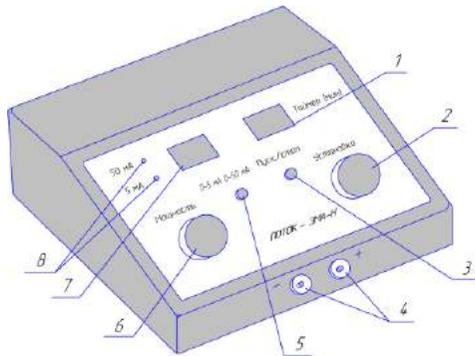

Рисунок 1. Аппарат для гальванизации и проведения электрофореза «ПОТОК-ЭМА-Н».
- 4.3 На лицевой панели аппарата (рисунок 1) расположены органы управления и индикации.
- 7.1 Вставьте вилку сетевого шнура в розетку сети. Нажатием клавиши СЕТЬ, расположенной на задней стенке включите аппарат, при этом должны засветиться индикаторы. Если на индикаторе таймера (рис.1, поз.1) высвечивается «Ег», установите ручку регулятора выходного тока «Мощность» (рис.1, поз.6) в крайнее левое положение до щелчка, при этом на индикаторе таймера должно высветиться «00».
- 7.2.1 Установите ручку регулятора выходного тока (рис.1, поз.6) в крайнее левое положение.
- 7.2.2 Кнопкой переключений диапазонов тока (рис.1, поз.5) установите требуемый для проведения процедуры рабочий диапазон. При каждом нажатии кнопки (рис.1, поз.5) меняется диапазон выходного тока от 0-5 мА или от 0 -50 мА.
- 7.2.4 Ручкой установки таймера (рис.1, поз.2) выберите заданную врачом продолжительность процедуры.
- 7.2.5 Для начала отсчета времени процедуры нажмите кнопку таймера «Пуск/Стоп» (рис.1, поз.3).
- 7.2.6 Плавным вращением регулятора выходного тока «Мощность» (рис.1, поз.6) по часовой стрелке установить необходимую величину тока, при этом у пациента под электродами появляется ощущение тепла или покалывания.
- 7.2.7 По истечении установленного времени процедуры автоматически отключается выходной ток и подается звуковой сигнал. При необходимости его можно отключить нажатием кнопки таймера «ПУСК/СТОП» (рис.1, поз.3). Для завершения процедуры до истечения установленного времени необходимо нажать кнопку таймера «ПУСК/ СТОП» (рис.1, поз.3).
- 7.2.8 По окончании процедуры установите регулятор тока (рис.1, поз.6) в крайнее левое положение.